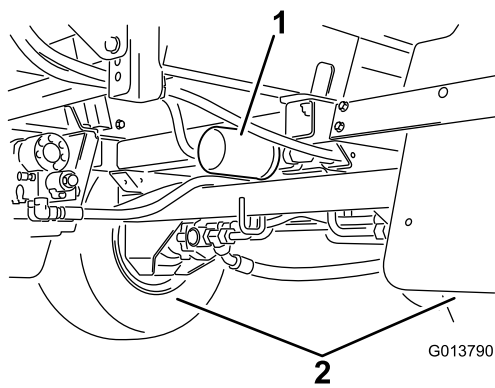

Figura 110
2. Localize os dois filtros hidráulicos na máquina (Figura 109 e Figura 110).